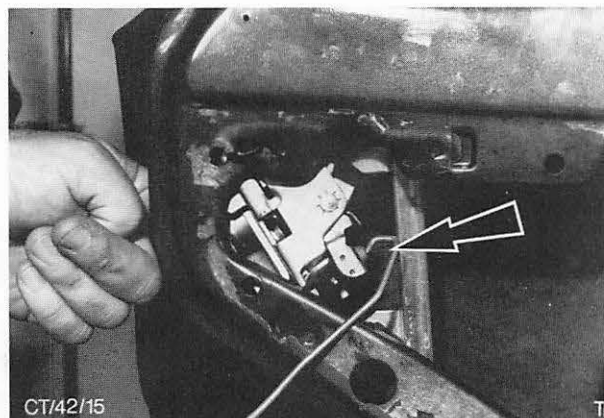

Abb. 37 Türschloß in dieser Lage halten, um die Fernbetätigungsstange einzuhängen
6. Türschloß in den Türschacht einsetzen und Fernbetätigungsstange am entsprechenden Hebel einhängen. Abb. 37.